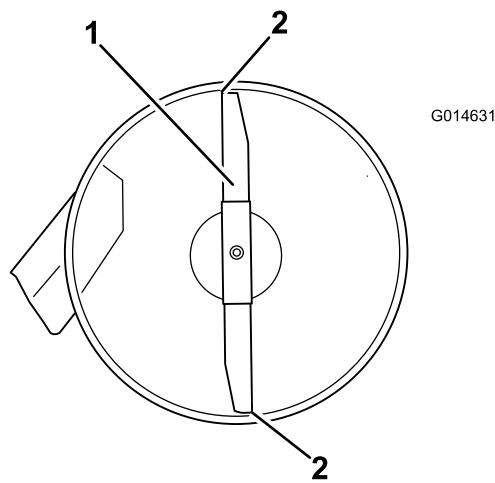
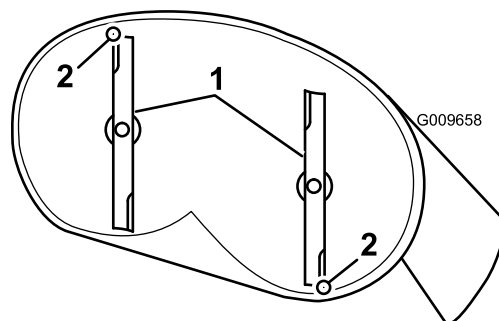

Figure 56
Figure 57
4. Faites pivoter les lames avec précaution pour faire passer les pointes avant à l'arrière (Figure 56 et Figure 57).
5. Mesurez la distance entre la pointe de la lame avant et la pointe de la lame arrière par rapport à la surface plane (Figure 56).
- 9. Une fois le réglage effectué, vérifiez à nouveau l'inclinaison avant/arrière des lames; continuez d'ajuster l'écrou jusqu'à ce que la pointe avant de la lame soit de 1,6 à 8 mm (1/16 à 5/16 po) plus bas de la pointe arrière (Figure 56).